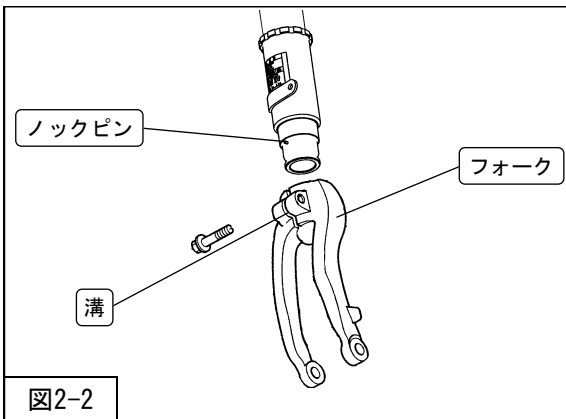
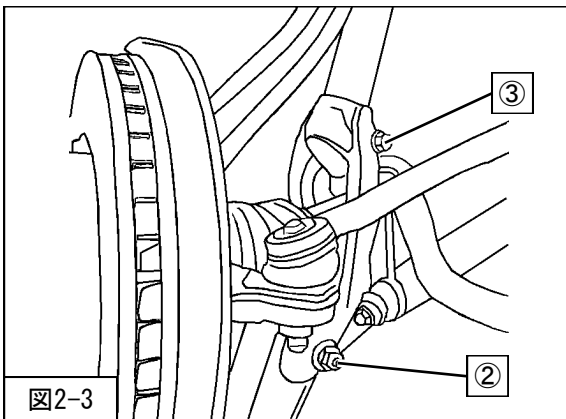

図2-2
図2-3
2. 左側フロントサスペンションASSY (同梱品) は、図2-2を参考に、ブラケット部の位置決め用のノックピンを車両内側に向け、フォークの溝に納まるように取付け、
③フロントサスペンションASSYロア取付ボルト
を取付けてください。(図2-2・図2-3)